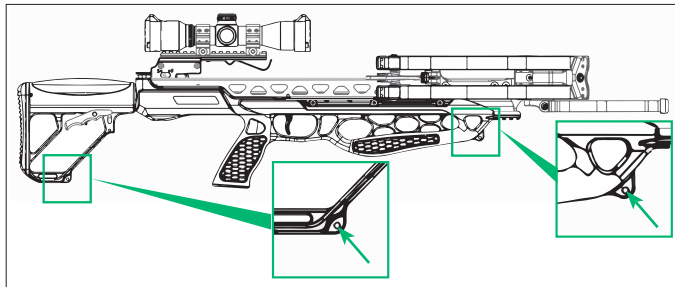

FIGURE 11
5. La CP400 est dotée de trous de montage pour une bretelle qui se situent dans le fût et la crosse (Fig. 11).